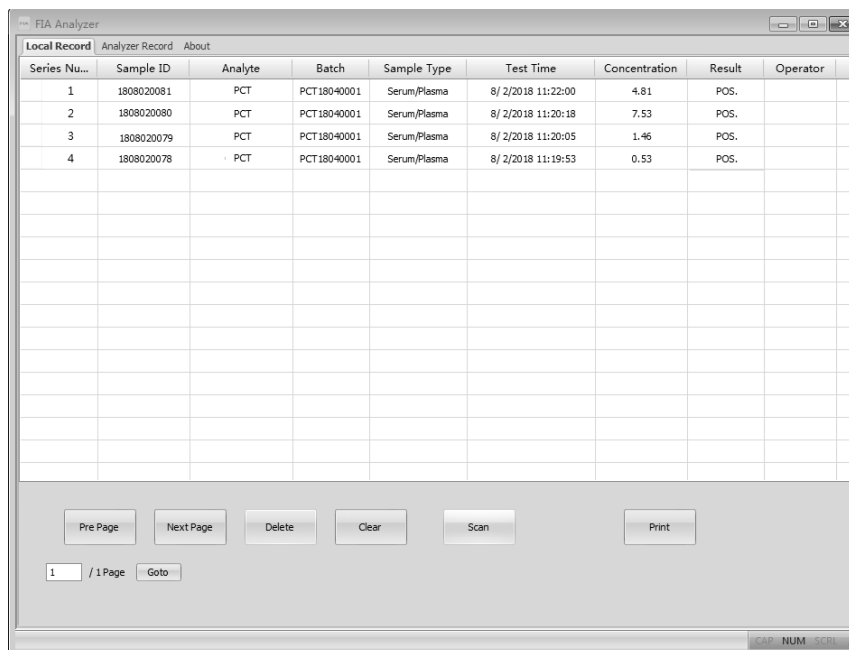

Fig. 43
- **"Varredura"**: O comando de varredura executaria as mesmas funções que pressionar a tecla Teste ou tocar em novo teste no analisador. Coloque o cassete de teste, após a adição da amostra (e adição do tampão, se o método exigir) na ranhura do cartão de teste e clique duas vezes no comando "Varredura". (Mesma função do modo de **Teste Rápido** no analisador), o resultado do teste aparecerá na guia Registro Local. (Ref Fig. 43)